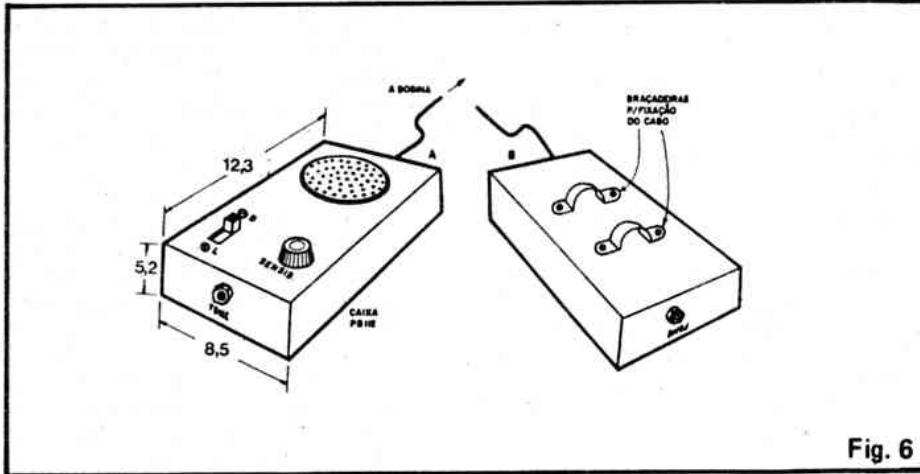

Fig. 6
- 1 – Par de braçadeiras para fixação da caixa do DEME à haste (ver fig. 6)
Em circuitos desse tipo a acomodação geral (caixa e disposições externas) é muito importante, já que capacitâncias distribuídas e outros fenômenos inerentes às características do projeto podem influenciar no seu funcionamento. Assim, recomendamos que o leitor siga as sugestões das figs. 6 e 7 no acabamento final do seu DEME. . .
Na fig. 6 temos os detalhes da caixa do circuito, que deverá também abrigar o suporte com as pilhas. Na parte frontal ficam a cápsula de cristal, o controle de sensibilidade e a chave geral. Nos fundos da caixa, duas braçadeiras servirão para fixação da caixa à haste. Numa das laterais menores pode ficar o jaque de "fone" e, na lateral oposta, a saída do cabo estéreo para a bobina. Notar que tanto a placa do circuito, quanto o suporte das pilhas, deverão ser bem fixados no interior da caixa, pois se eles "andarem" lá dentro, poderão ocorrer instabilidades ou "desintonizações" no funcionamento do DEME.